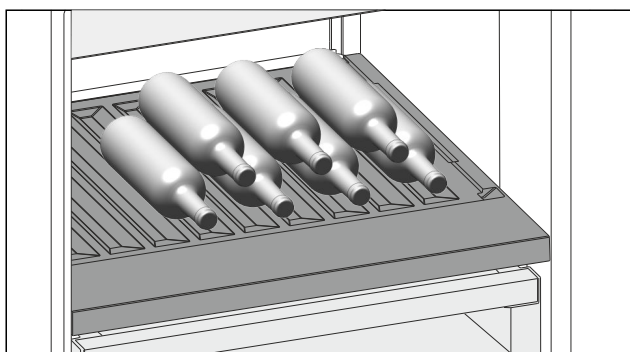

Fig. 126
- Fľaše vkladajte dnom dozadu k zadnej stene. (pozri Fig. 126)